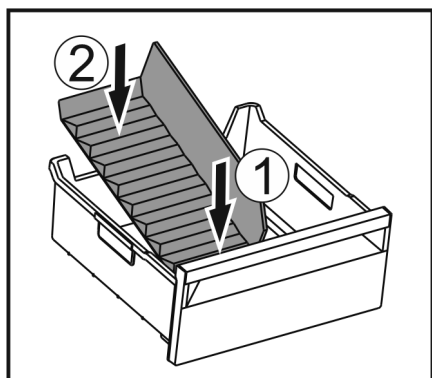

Fig. 35
- ▶ Introduceți separatorul mai întâi în față Fig. 35 (1).
- ▶ Coborâți partea din spate Fig. 35 (2).